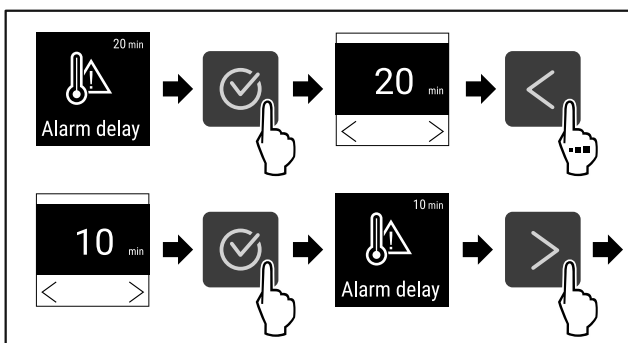

Fig. 100
- ▶ Εκτελέστε τα βήματα ενεργειών (βλέπε Fig. 100) .